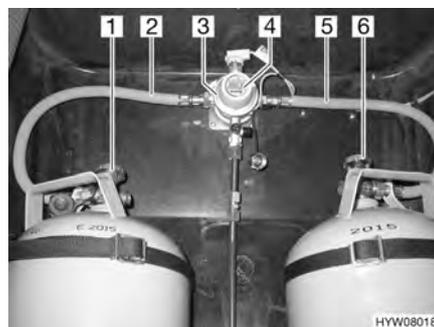
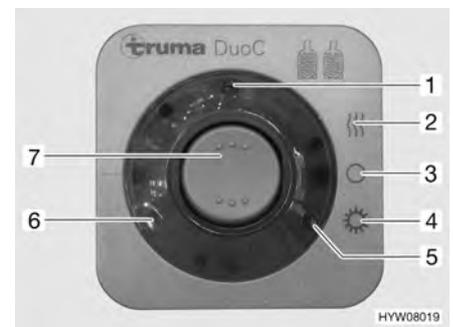

Fig. 98 Instalación de conmutación DuoControl
Fig. 99 Unidad de mando
La instalación de conmutación DuoControl se compone de una válvula selectora (Fig. 98,3) y la unidad de mando (Fig. 99). La válvula selectora está montada entre las gomas del gas (Fig. 98,2 y 5). Con el botón giratorio (Fig. 98,4)
En la unidad de mando (Fig. 99) únicamente pueden conmutarse las funciones eléctricas. Las llaves de paso principales de las bombonas de gas (Fig. 98,1 y 6) deben abrirse a mano.
La válvula selectora garantiza una presión de gas constante independientemente de cuál sea la bombona de gas que suministre el gas. Las dos luces de control en la unidad de mando indican el nivel de llenado de la bombona de servicio. Al estar encendida la luz de control verde (Fig. 99,6), estará llena la bombona de servicio. Al estar encendida la luz de control roja (Fig. 99,5), estará vacía la bombona de servicio. Entonces, el suministro de gas se realizará a través de la bombona de reserva.
- Abrir las llaves de paso principales en las bombonas de gas (Fig. 98,1 y 6).
- Con el botón giratorio (Fig. 98,4) en la válvula selectora (Fig. 98,3), seleccionar la bombona de gas de la que habrá de tomarse el gas principalmente (bombona de servicio). Girar el botón giratorio siempre hasta el tope.
- Conectar la instalación de conmutación DuoControl en la unidad de mando (Fig. 99). Para ello, ajustar el interruptor basculante (Fig. 99,7) en modo de invierno "On y calentar" (Fig. 99,2) o en modo de verano "On" (Fig. 99,4). Ahora, estará purgada de aire la válvula selectora. La luz de control amarilla (Fig. 99,1) estará encendida al haber seleccionado el modo de invierno y estando conectado el deshelador de regulador.
- Poner el interruptor basculante (Fig. 99,7) en "O" (Fig. 99,3). La luz de control amarilla (Fig. 99,1) se apaga.
- Cerrar las llaves de paso principales en las bombonas de gas (Fig. 98,1 y 6).
Las luces de control en la unidad de mando (Fig. 99,5 y 6) señalizan en el interior del vehículo si la bombona de servicio está dispuesta para el funcionamiento.
En caso de que luz de control verde (Fig. 99,6) se apague durante el servicio y se encienda la luz de control roja (Fig. 99,5), estará vacía la bombona de gas seleccionada como bombona de servicio y deberá ser cambiada. La bombona de reserva seguirá suministrando gas a los consumidores de gas.